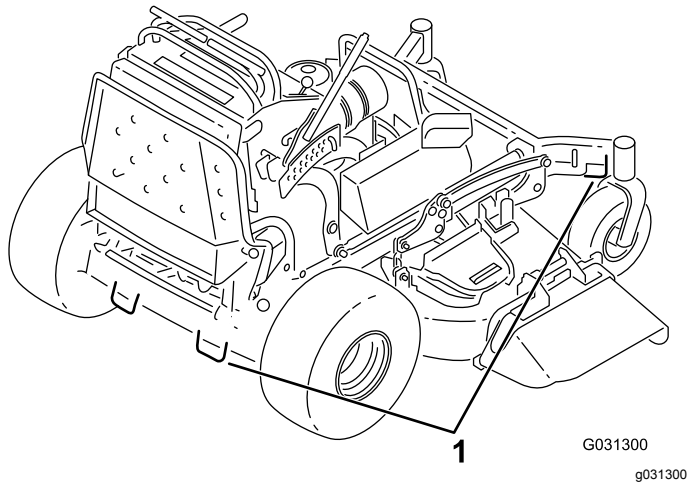

Bild 24
6. Befestigen Sie die Maschine mit den Metallvergurtungsschleifen und Riemen, Ketten, Kabel oder Seilen am Anhänger oder Pritschenwagen (**Bild 24**).